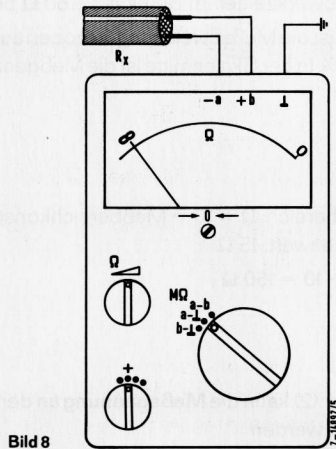

Bild 8
- Meßgerät nach Bild 8 anschließen.